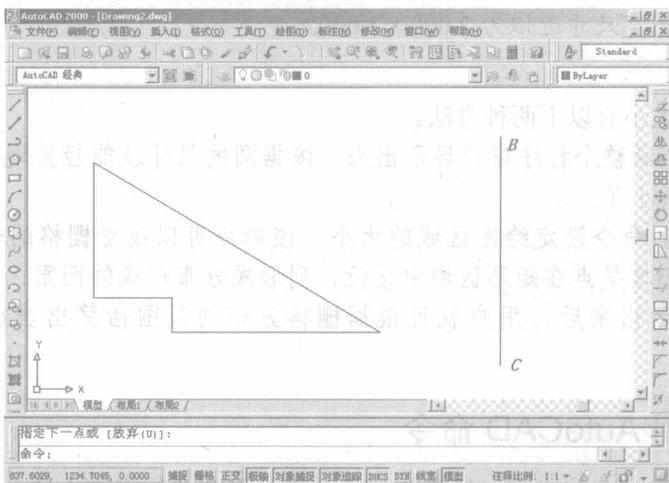

图1-8 绘制线段 *BC*
3. 按 **Enter** 键重复画线命令，绘制线段 *BC*，如图 1-8 所示。